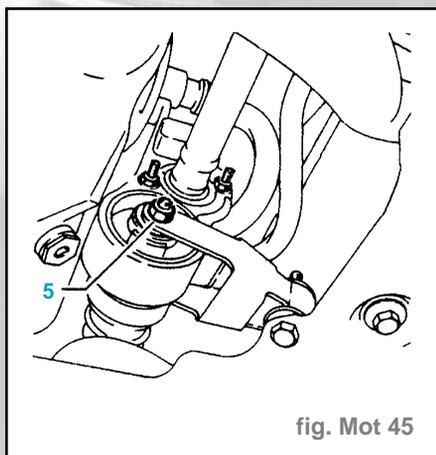

fig. Mot 45
- Déposer l'écrou (5) et la vis (fig. Mot. 45)